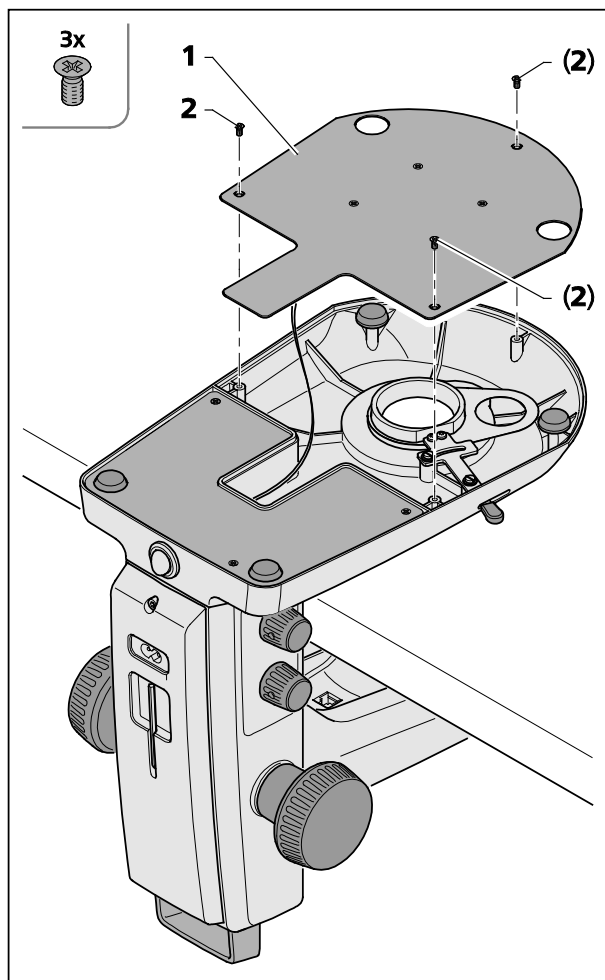

Bild 28 Stativabdeckplatte Stativ K EDU
Zur Reinigung bzw. Entnahme versehentlich hineingefallener Fremdkörper kann die Stativabdeckplatte (Bild 28/1) entfernt werden.
- Dazu die drei Kreuzschlitzschrauben (Bild 28/2) lösen und die Stativabdeckplatte (Bild 28/1) vorsichtig abheben und zur Seite legen.
- Darauf achten, dass das Kabel nicht von der Stativabdeckplatte (Bild 28/1) getrennt wird.